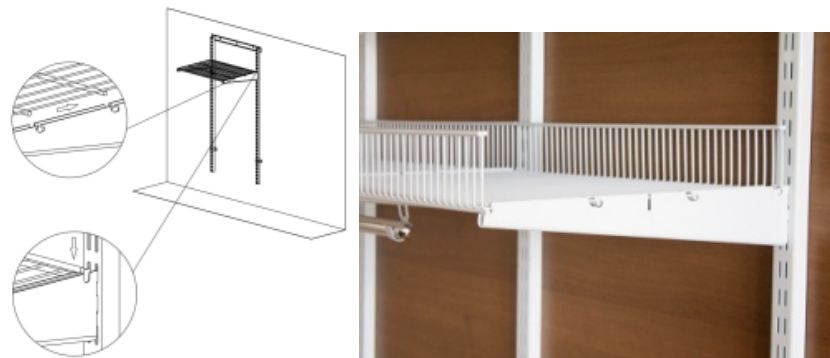

Рис.4
3. Задняя часть элемента должна зафиксироваться, что сопровождается характерным щелчком(рис.4).